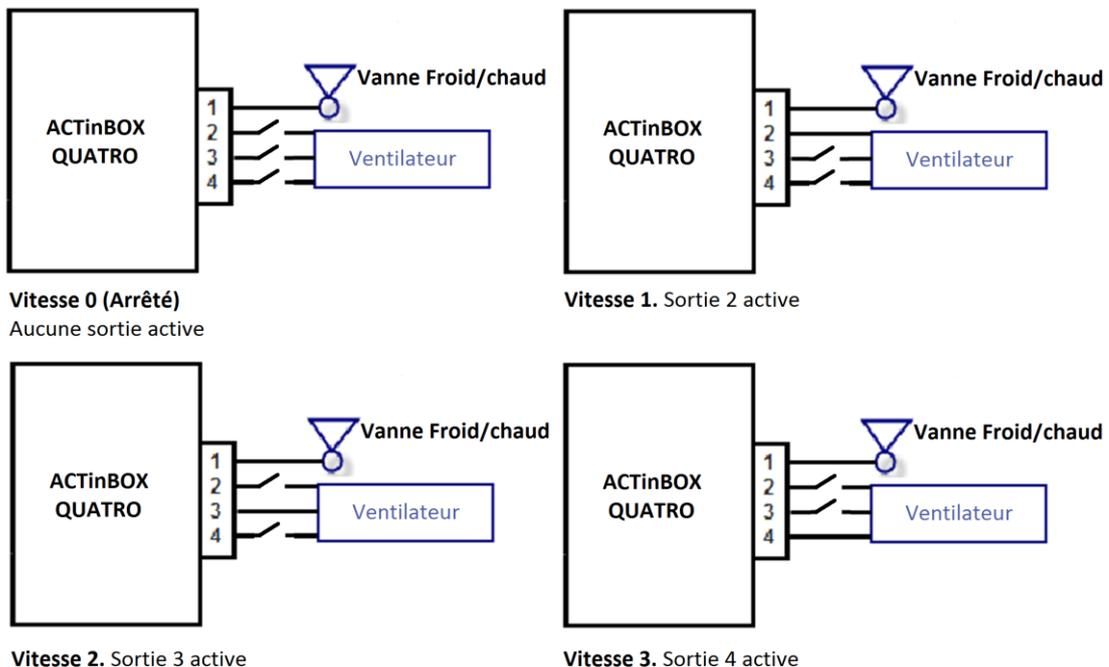

Figure 3.6. Contrôle de la vitesse de ventilation par commutation
- **Accumulation (Plusieurs relais Fermés):** Le niveau de ventilation est proportionnel avec le nombre de sorties actives. Voir Figure 3.6.